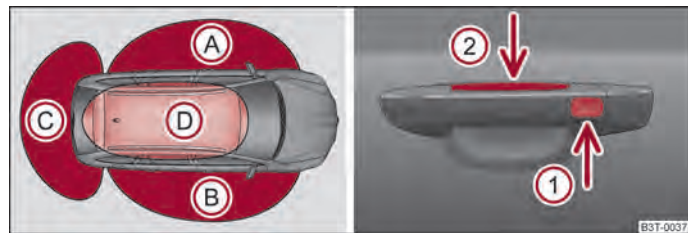

Fig. 14 KESSY: Denominación de las secciones y desbloqueo/bloqueo del vehículo
- Sensor en el lado exterior de la empuñadura de la puerta delantera ① ⇒ fig. 14 - sirve para bloquear el vehículo
- Sensor en el lado interior de la empuñadura de la puerta delantera ② ⇒ fig. 14 - sirve para desbloquear el vehículo.
Si se encuentra una llave válida con mando a distancia en la zona A ⇒ fig. 14 o B del vehículo, es posible desbloquear el vehículo mediante la puerta respectiva de la zona en la que se encuentra la llave. Es decir, si la llave está en la zona A, pue-
- Sujete la empuñadura de la puerta delantera o cubra con toda la superficie de la mano el sensor ② ⇒ fig. 14, el vehículo se desbloquea. Si al desbloquear se cubre el sensor ② y simultáneamente el sensor ① el vehículo no se desbloquea.
Después de bloquear el vehículo con ayuda del sensor ① ⇒ fig. 14 durante 2 segundos no es posible desbloquear el vehículo con ayuda del sensor ②. Así es posible comprobar si se bloquea el vehículo tirando de la empuñadura.
- No utilice guantes para desbloquear y bloquear el vehículo con los sensores ① ⇒ fig. 14 o ② ni otros objetos que puedan impedir el contacto directo de la mano con el sensor.
Si después de bloquear y cerrar todas las puertas, incluida la tapa del maletero, la llave con la que se bloqueó el vehículo permanece en el vehículo en la zona ① ⇒ fig. 14, se activa la protección contra el cierre involuntario del vehículo estando la llave en el mismo y se vuelve a desbloquear.
Si el vehículo no se desbloquea antes de 60 horas, los sensores ① ⇒ fig. 14 y ② se desactivan automáticamente en la empuñadura de la puerta del acompañante. Para una nueva activación deben cumplirse las siguientes condiciones:
- Desbloqueo de la puerta del conductor con ayuda del sensor ② ⇒ fig. 14,
Si al bloquear el vehículo mantiene el dedo en el sensor ① ⇒ fig. 14 durante más de 2 segundos, la ventana abierta y el techo deslizante panorámico se cierran. Suelte el sensor ①, el proceso de cierre se interrumpe. Si vuelve a tocar el sensor ①, el proceso de cierre de la ventana y del techo continúa.